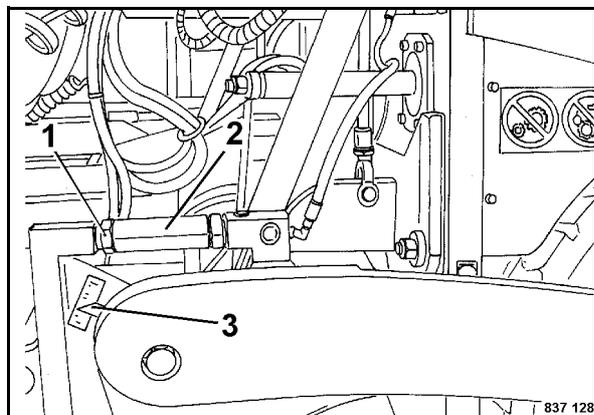

Fig. 116
- Allentare i controdadi 1 (Fig. 116) e ruotare la vite di registro (2).
- Controllare l'angolo di correzione sulla scala (3).